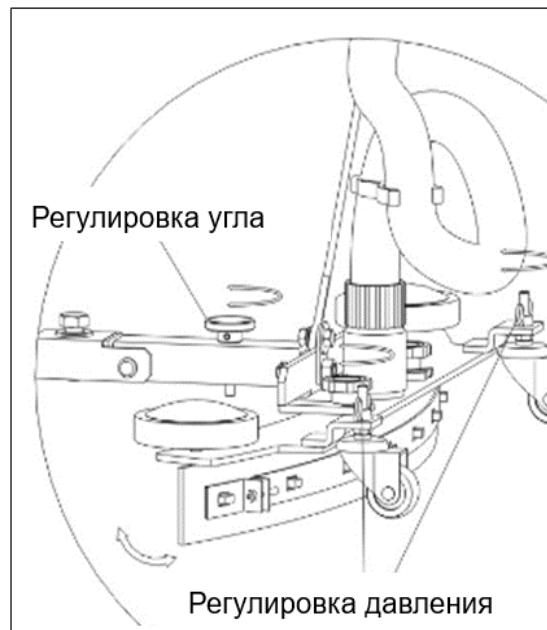

Рисунок 8
8. Регулировка ручки скребка приводит к увеличению или уменьшению угла между скребком и полом. Всасывание грязи будет эффективным при определенном угле (см. рис. 8).
- ① Открутите винты на колесных опорах так, чтобы колеса не касались пола во время работы скребка. Затем отрегулируйте угол между скребком и полом, чтобы обеспечить наилучшую работу скребка (угол между резиновым лезвием и полом составляет 90°).
- ② Затяните винты на колесных опорах так, чтобы колеса касались пола во время
③ Немного приподнимите колесные опоры, чтобы скребок работал с максимальной эффективностью (см. рис. 8).
С. Проверьте, правильно ли выставлен угол между скребком и полом; если нет, то отрегулируйте угол с помощью регулирующей ручки (см. рис. 8).